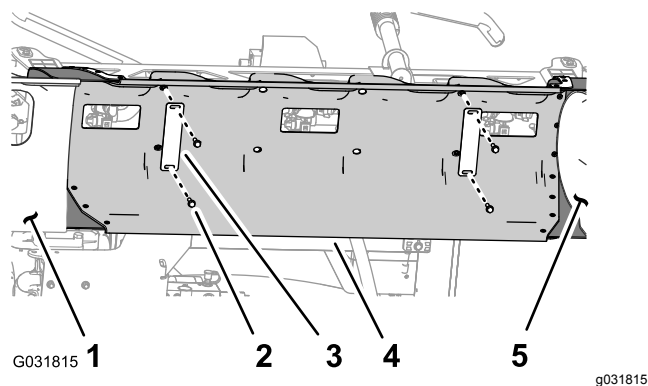

Figura 39
- Supportando la copertura della sezione centrale (11 ugelli), rimuovete i 4 bulloni a testa flangiata (5/16" x 1 1/4") e le 2 cinghie della copertura che fissano la copertura alla staffa di supporto della copertura (Figura 39).